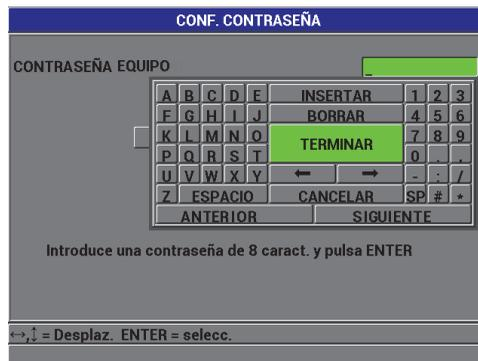

Figura 5-10 Pantalla CONFIGURACIÓN CONTRASEÑA
2. En la pantalla **CONF. CONTRASEÑA** (ver la Figura 5-10 en la página 118), introduzca su contraseña, de hasta ocho caracteres alfanuméricos, en el campo denominado **CONTRASEÑA EQUIPO** (o *CLAVE DE EQUIPO*).